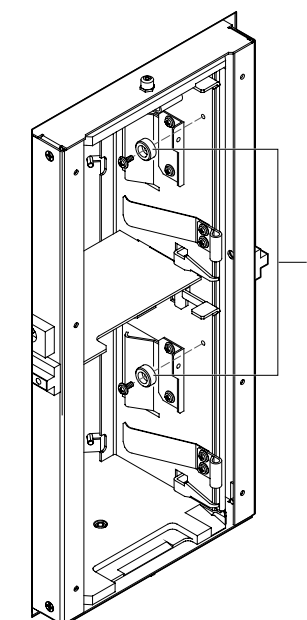

Figure 4 : Installation des clés du port de chargement
1. Installez les deux clés du port de chargement ① sur la paroi droite du port de chargement, comme illustré à la figure 4, en utilisant à cette fin deux des vis fournies dans le kit de mise à niveau.
5. Retirez les clés supérieure et inférieure du port de chargement. (Voir figure 4).